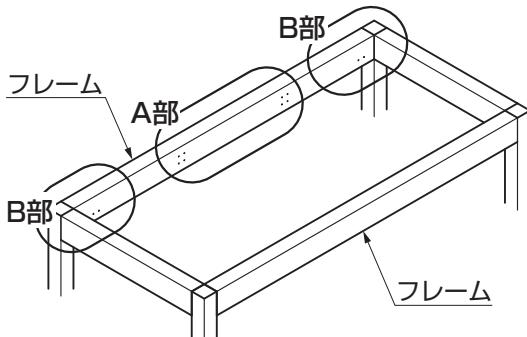
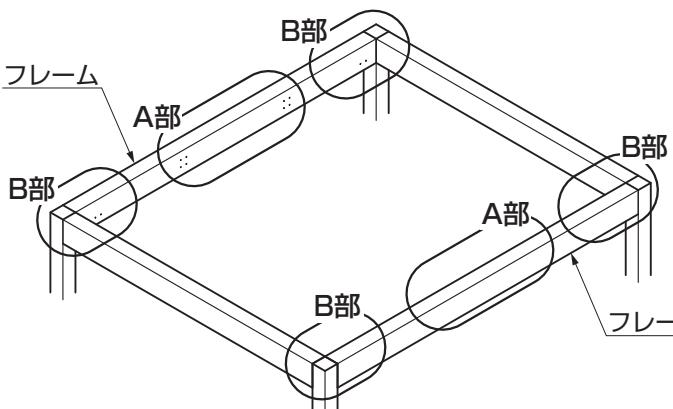
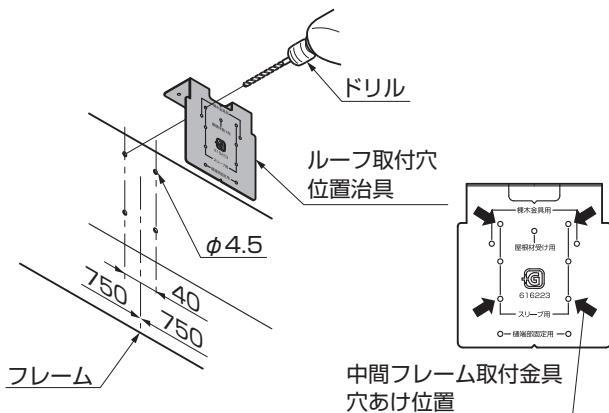
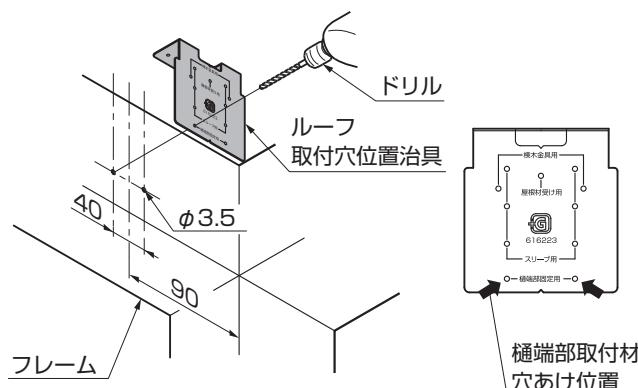

図2-1 シングルの場合
図2-3 ダブルの場合
図2-5 A部中間フレーム取付金具の穴あけ
図2-6 B部橋端部取付材の穴あけ
(図2-1、図2-3、図2-5参照)
- ②フレーム面から90mm程度の位置にルーフ取付穴位置治具をあて、ケガキ、ドリルで $\phi 3.5$ の穴を雨樋を取付ける側のフレームにあけてください。(図2-1、図2-3、図2-6参照)